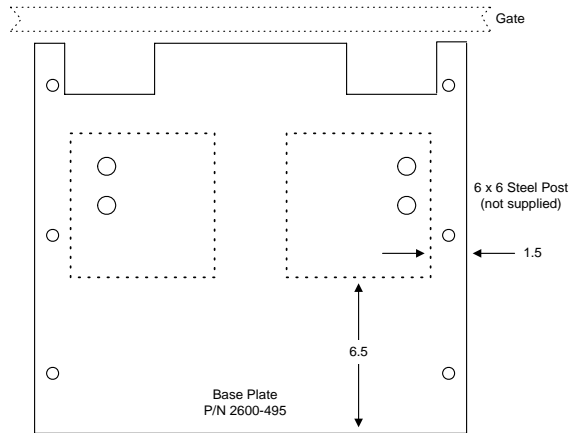

Figura 7
1. Montar el operador sobre el poste requiere el uso de una base o plataforma (P/N 2600-495) y dos (2) 6 X 6 postes de acero (no suministrados) soldados a la base como se muestra en figura 7. El largo del poste de acero y la profundidad de la base son determinados por condiciones de la tierra y requisitos locales de código. Sugerimos que usted contacte el departamento de construcción local para determinar la profundidad requerida de la base ya que condiciones de la tierra y requisitos de código varían de ciudad a ciudad.